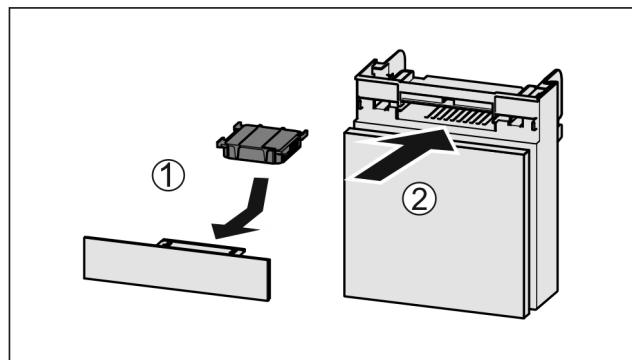

Fig. 100
- ▶ Aktivni ogljeni filter vstavite Fig. 100 (1) skladno s prikazom na sliki.
- ▶ Predal potisnite noter Fig. 100 (2).